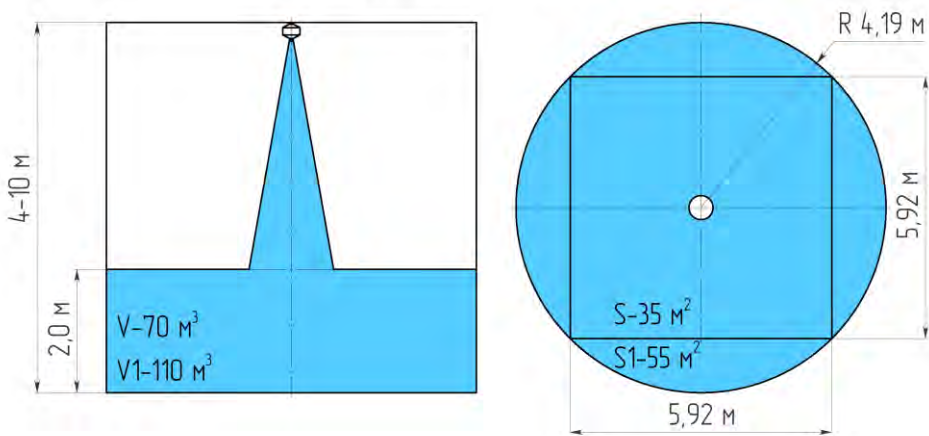

Рисунок 1 – Конфигурация зоны защиты модуля МПП для очагов класса «А»
2.2 Огнетушащая способность и конфигурации распыла порошка МПП «Гранат-9» в защищаемой зоне при тушении очагов пожара классов «А» приведена в табл. 2 и на рис.1.